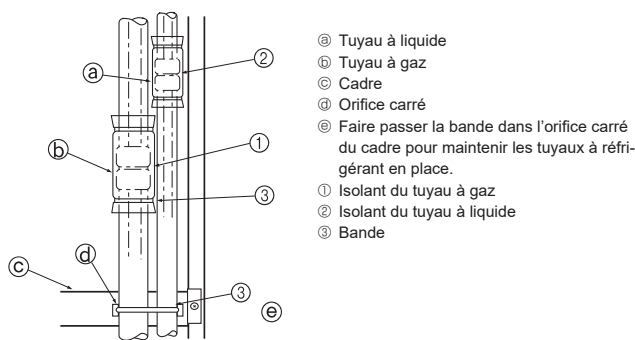

Fig. 4-5
- ① Isolant du tuyau à gaz
- ② Isolant du tuyau à liquide
- ③ Bande
Isoler entièrement les joints évasés ① et ② des tuyaux à gaz et à réfrigérant. Si une partie des joints est exposée, de la condensation pourrait ruisseler. (Fig. 4-5)
- Attacher l'isolant ① du tuyau à gaz et l'isolant ② du tuyau à liquide aux deux extrémités pour qu'ils ne glissent pas et soient alignés.
- Une fois l'isolant installé, utiliser la bande ③ pour attacher le tuyau à réfrigérant au cadre (sous le joint du tuyau). Cela empêchera le tuyau à réfrigérant de se détacher du cadre. (Lorsque le tuyau à réfrigérant est détaché du cadre, il n'est pas possible d'installer la grille.)